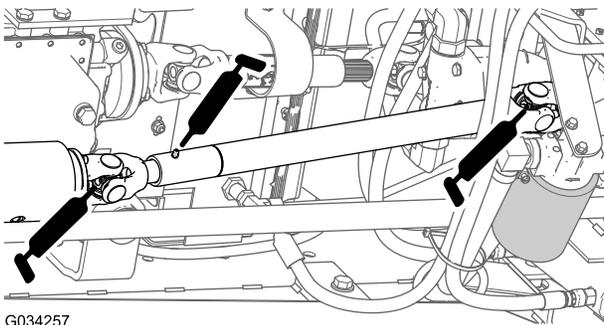

**Figura 42**
- Boccole della piastra sterzante (Figura 42)
- Boccola del perno dell'assale (Figura 42)